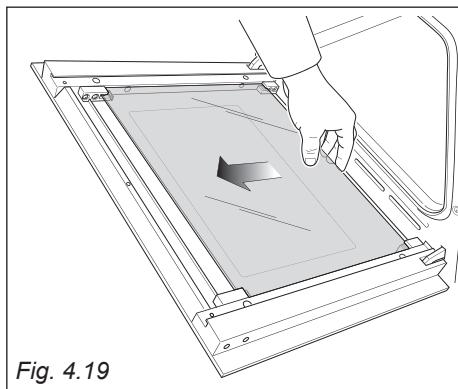

Fig. 4.19
- Sganciare il vetro intermedio dai morsetti inferiori spingendolo nel senso della freccia (fig. 4.19).